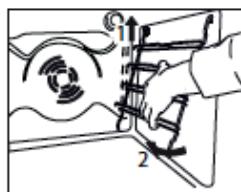

Fig. 1
Observera att de övre stängerna är längre än de nedre och att krokarna sitter på baksidan av ugnen. Se fig. 1.
1. Avlägsna sidostegarna (Fig. 1)